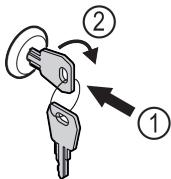

Fig. 151
- Вставьте ключ Fig. 151 (1).
- Поверните ключ на 90° по часовой стрелке Fig. 151 (2).